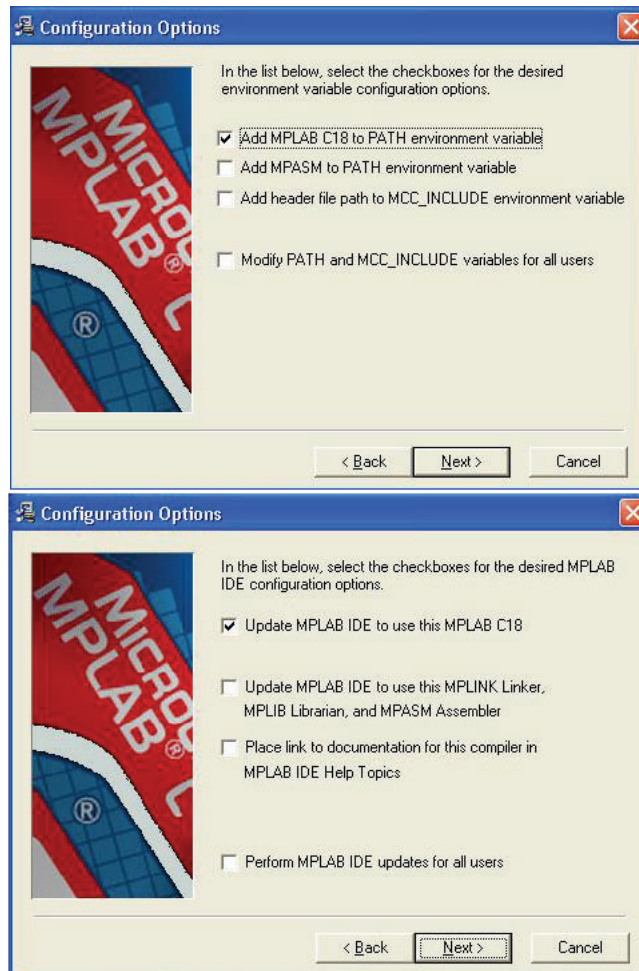

Figura E.1: Opciones de instalación de paquetes para MPLAB.
- Descargamos MPLAB C18 COMPILER y lo instalamos. La Figura E.1 muestra las opciones a escoger durante la instalación del paquete.